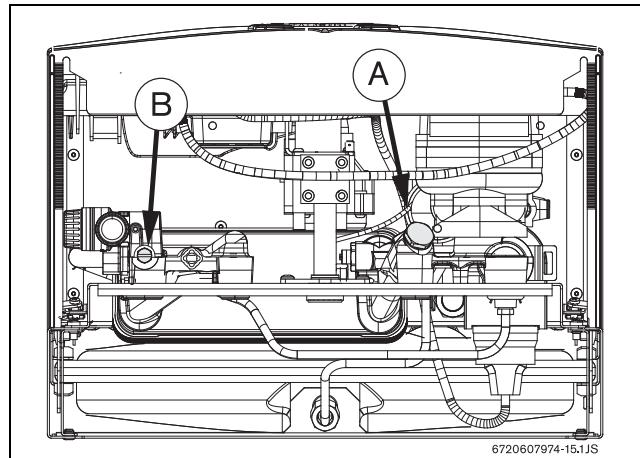

Рис. 34
- ▶ Снять крышку (Рис. 34, поз. А).
- ▶ Отвинтить сливной винт (Рис. 34, поз. В).